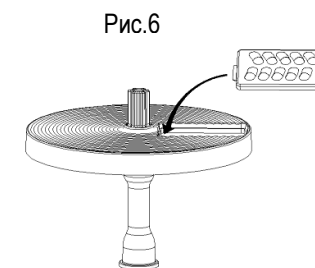

Рис.6
- Установите насадку-терку (21) или насадку-шинковку (20) на диск, как показано на Рис. 6.